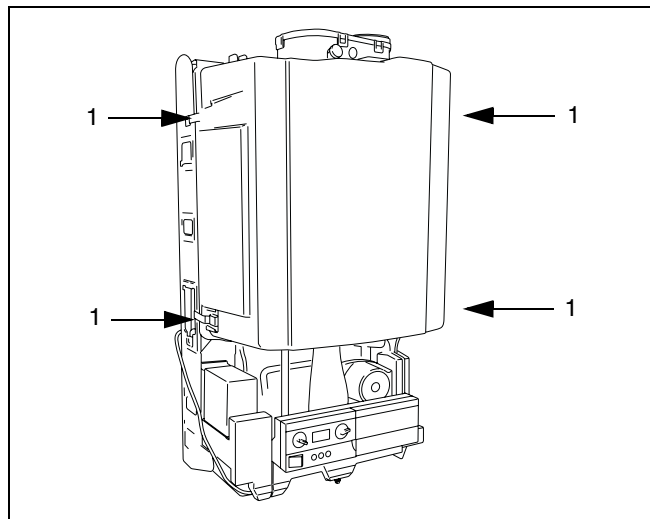

fig. 33 Blæserhuset tages af.
- Snaplåse eller beslag for inderkabinnet (valgfri) åbnes (fig. 33, pos. 1) og blæserhuset fjernes.